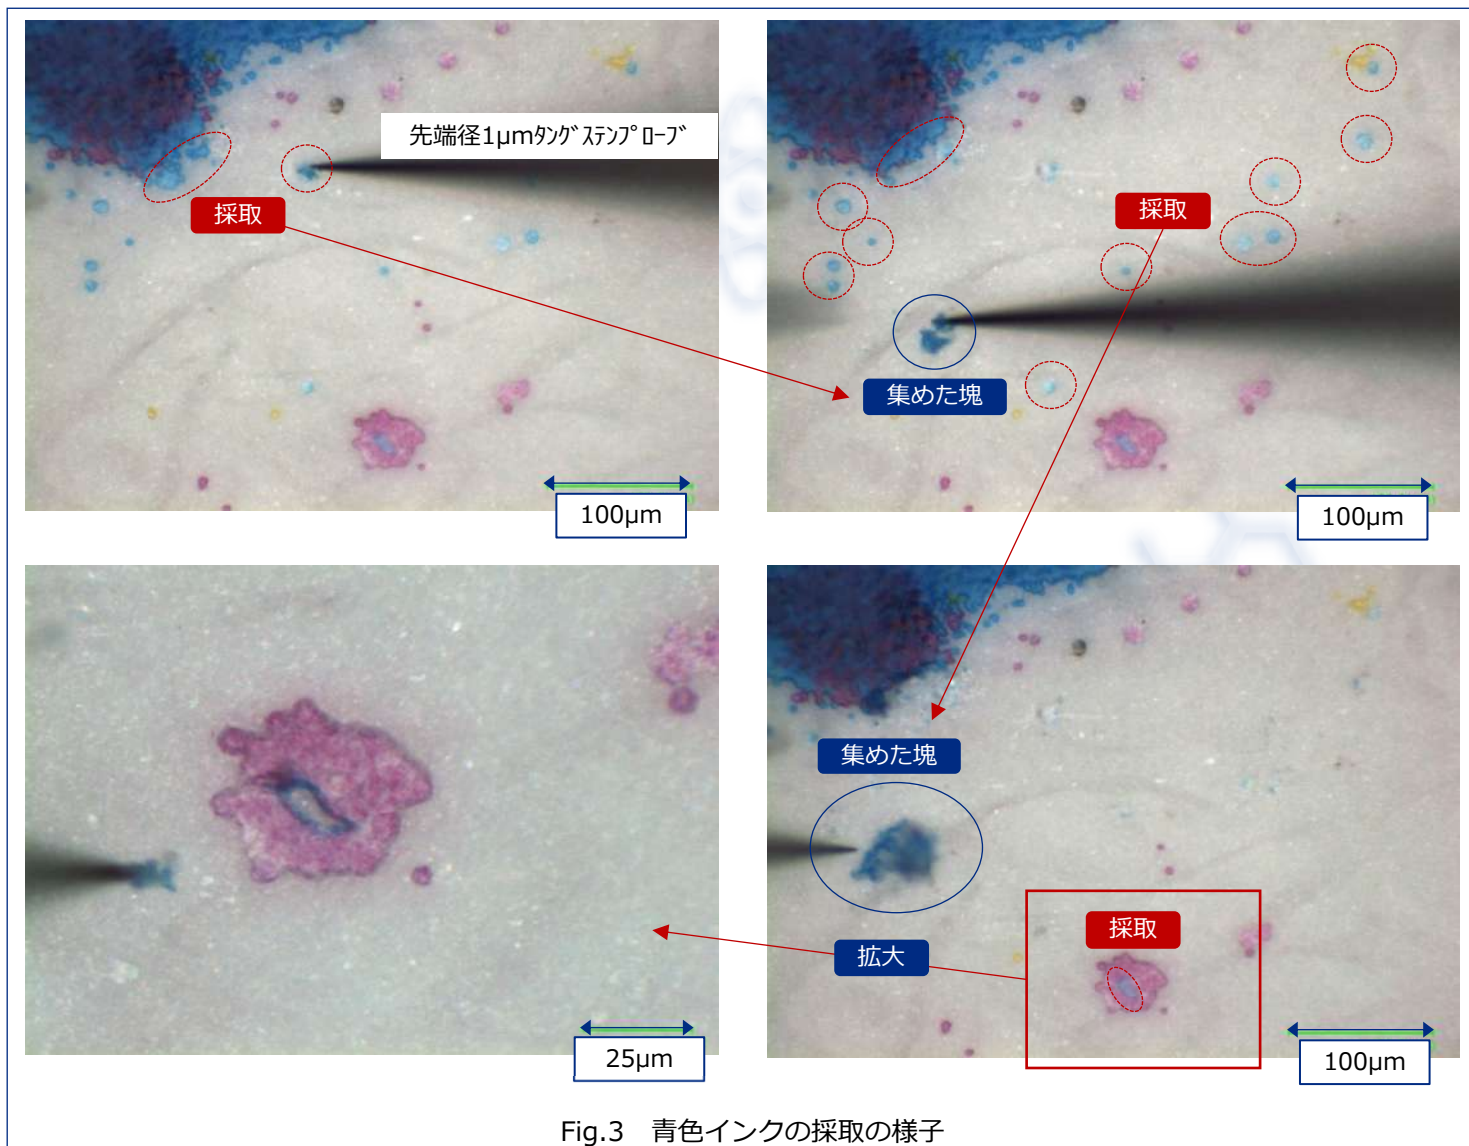

Fig.3 青色インクの採取の様子
■ 印刷された文字「C」の一部から、青色のインクのみ採取してみました(Fig.3)。
■ 先端径1μmのタングステンプローブを用いて青色のインクを採取して集めることで、100μm近くの塊になっています。また、周りに別の色のインクがある部分についても、内側の青色インクのみ採取できています(Fig.3)。